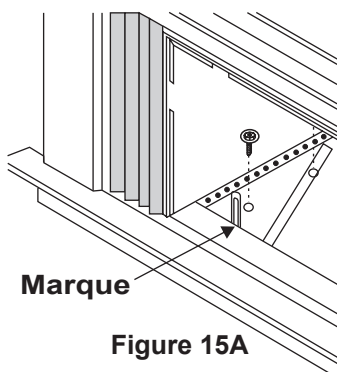

Figure 15A
1. Maintenez chaque support au niveau de l'extérieur de l'appui de fenêtre et serrez-le au bas de l'armoire, comme indiqué sur la Figure 15A. Marquez les supports au niveau supérieur de l'appui de fenêtre et retirez-les.